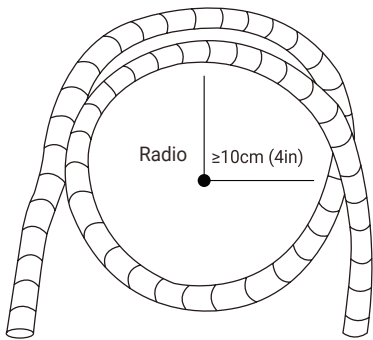

Fig. 5.6
**Radio mínimo de curvatura:** Al doblar la tubería de conexión de refrigerante, el radio de curvatura mínimo es de 10 cm. Vea la Fig. 5.6